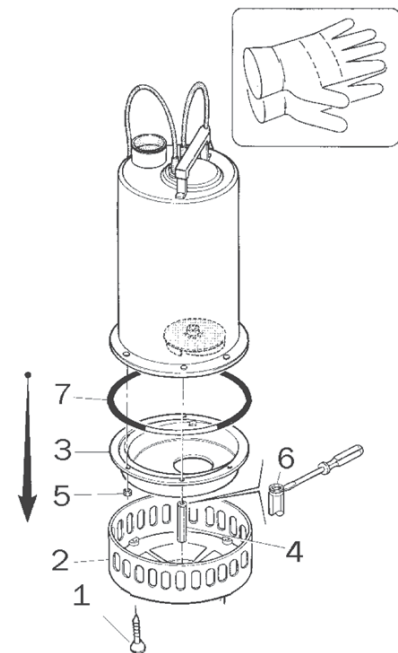
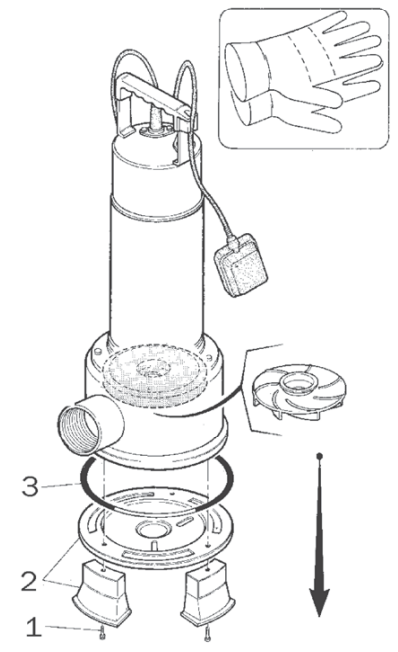

FIG. 10 • RIGHT
FIG. 11 • DW - DW VOX
- die drei Befestigungsschrauben (1) des Filters lösen;
- den Filter (2) entfernen;
- die drei Distanzstücke (4) und die drei Muttern (5) lösen und die Bodenplatte (3) entfernen;
- mit einem kleinen flachen Schraubenzieher die Nylonrosetten (6) entfernen und vor dem Wiedereinbauen ersetzen, da sie bei der Entfernung der Spirale beschädigt werden.
- darauf achten, dass die O-Ringdichtung (7) nicht beschädigt wird.
7.3. ELEKTROPUMPE RIGHT (ABB. 10)
- die drei Schrauben (1) lösen, mit denen die Füßchen und die Seite des Deckels der Ansaugung (2) befestigt sind;
- darauf achten, dass die O-Ringdichtung (3) nicht beschädigt wird.
7.4. ELEKTROPUMPE DW (ABB. 11)
- die 6 Schrauben (1) lösen, mit der Pumpenkörper verschlossen ist (nicht die Mutter, da sie an den Pumpenkörper angeschweißt ist);
- den Pumpenkörper (2) durch Herausziehen entfernen;